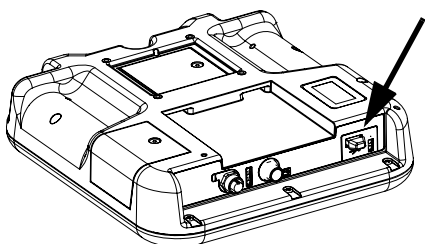

Рис. 39. Порт USB модуля ADM
1. Вставьте флэш-диск USB в порт USB (BL). См. Рис. 39, стр. 59.
3. Извлеките флэш-диск USB из порта USB (BL).